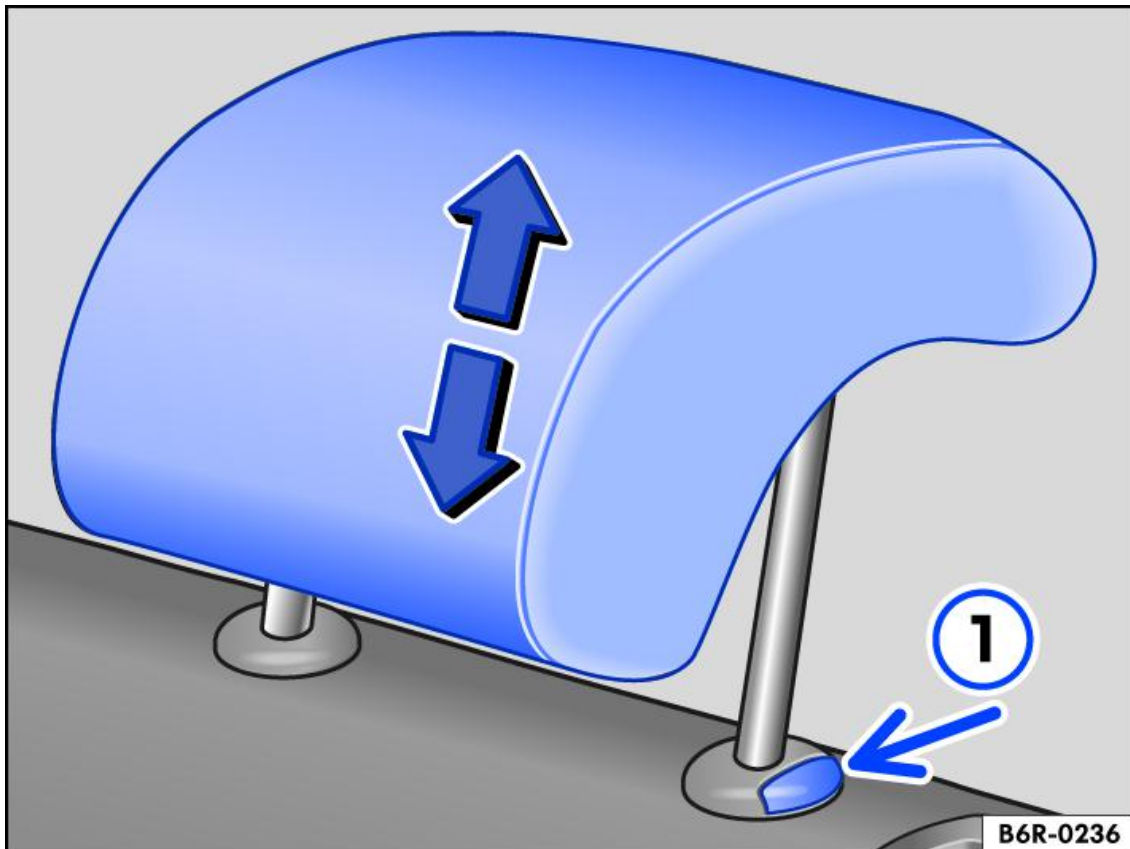

Fig. 1 Regolazione del poggiatesta di uno dei sedili posteriori
1. Fare scorrere il poggiatesta nella direzione della freccia (eventualmente tenendo premuto il tasto → *fig. 1* **1**) verso l'alto o verso il basso.